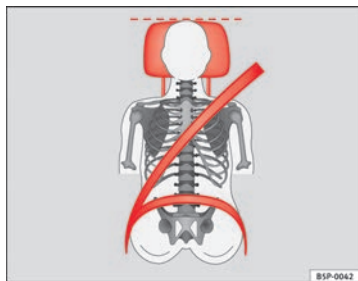
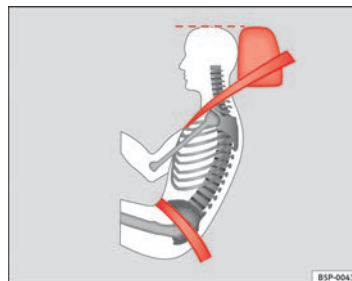

Abb. 92 Von vorne betrachtet: richtig eingestellte Kopfstütze und korrekter Gurtbandverlauf
Abb. 93 Von der Seite betrachtet: richtig eingestellte Kopfstütze und korrekter Gurtbandverlauf
- Die Kopfstützen so einstellen, dass sich die Oberkante der Kopfstütze möglichst auf einer Linie mit dem oberen Teil Ihres Kopfes, aber mindestens auf Augenhöhe befindet ⇒ Abb. 92 und ⇒ Abb. 93.